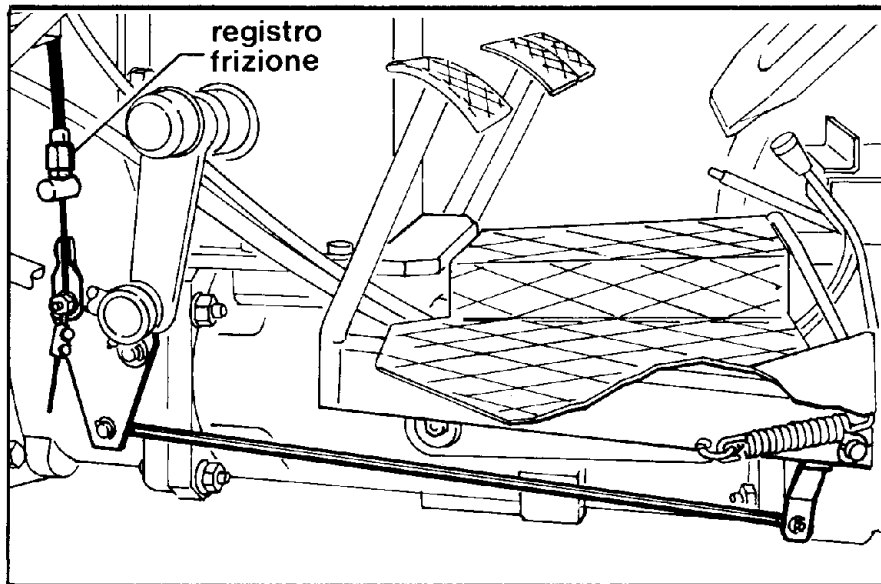

Fig. 19
**REGISTRAZIONE DELLA FRIZIONE (Fig. 19)**
Il ripristino della corsa si effettua avvitando l'apposito registro che si trova all'inizio del cavetto di trasmissione del comando (Fig. 19).